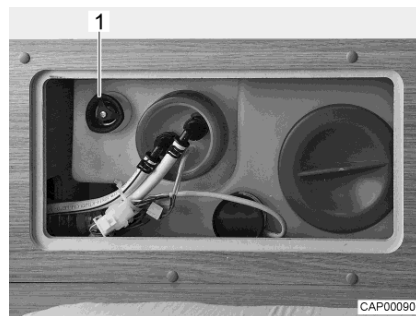

Bild 98 Wassertank mit Drehgriff
- Auf dem Wassertank den Drehgriff (Bild 98,1) im Uhrzeigersinn bis zum Anschlag drehen.
- Öffnen: ■ Auf dem Wassertank den Drehgriff (Bild 98,1) entgegen dem Uhrzeigersinn bis zum Widerstand drehen. Das Wasser läuft bis auf ca. 20 Liter aus.